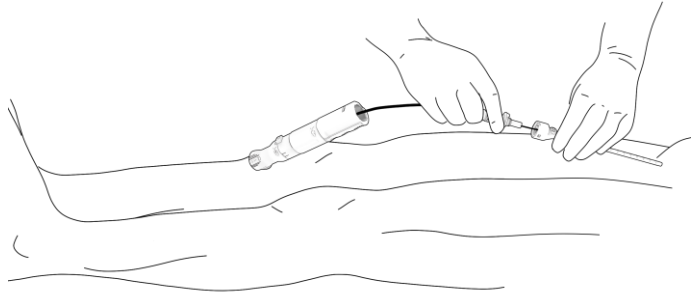

Figure 8. Faire progresser le dispositif de fermeture PerQseal® sur la gaine d'introduction.
- Faire progresser la canule de chargement sur le guide, vers le raccord de la gaine d'introduction, Figure 8. En cas de difficulté à suivre le guide, s'assurer que celui-ci n'est pas plié et qu'il ne contient pas de sang coagulé ni de thrombus.